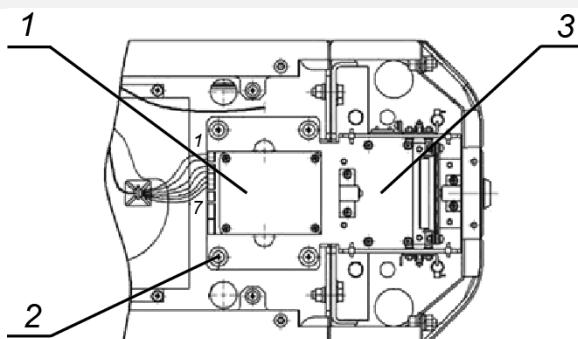

Рисунок 14. Механизм картоприемника
Для переустановки механизма картоприемника (3, рис. 14) необходимо выполнить следующие действия (номера позиций даны в соответствии с рис. 2), если не указано отдельно):
8. Демонтируйте механизм картоприемника (3, рис. 14) – крепится четырьмя винтами M5x20 (2, рис. 14) – и установите его на противоположную сторону, закрепив на основании этими же винтами.